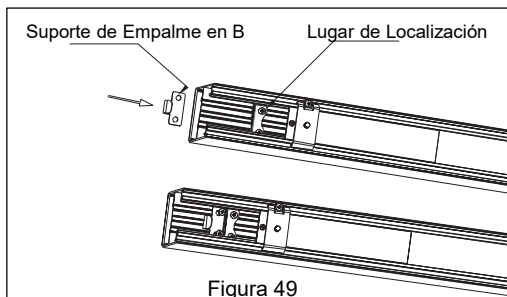

Figura 49
2. Desliza el soporte de empalme B en la pieza de localización en las lámparas, luego asegúralo con los tornillos incluidos. **Ver Figura 49.**